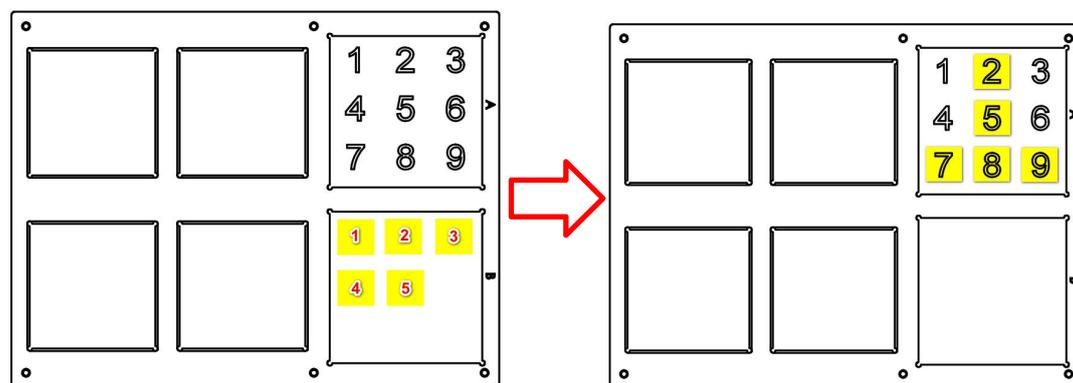

图 4-4 码垛垛型图
2. 工业机器人拾取单吸盘夹具，开始进行码垛任务，码垛顺序按照 2-5-7-8-9 顺序码垛（如图 4-4 所示）；